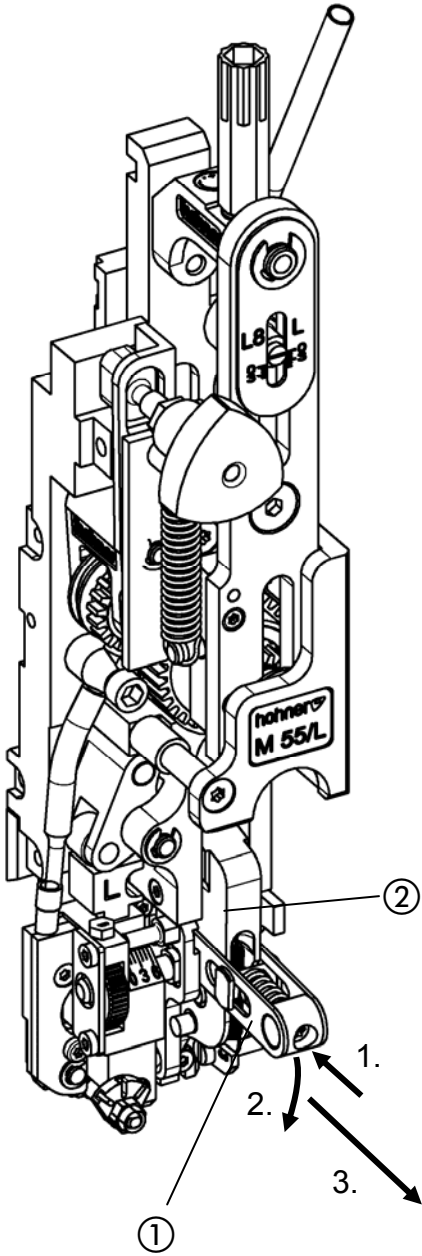
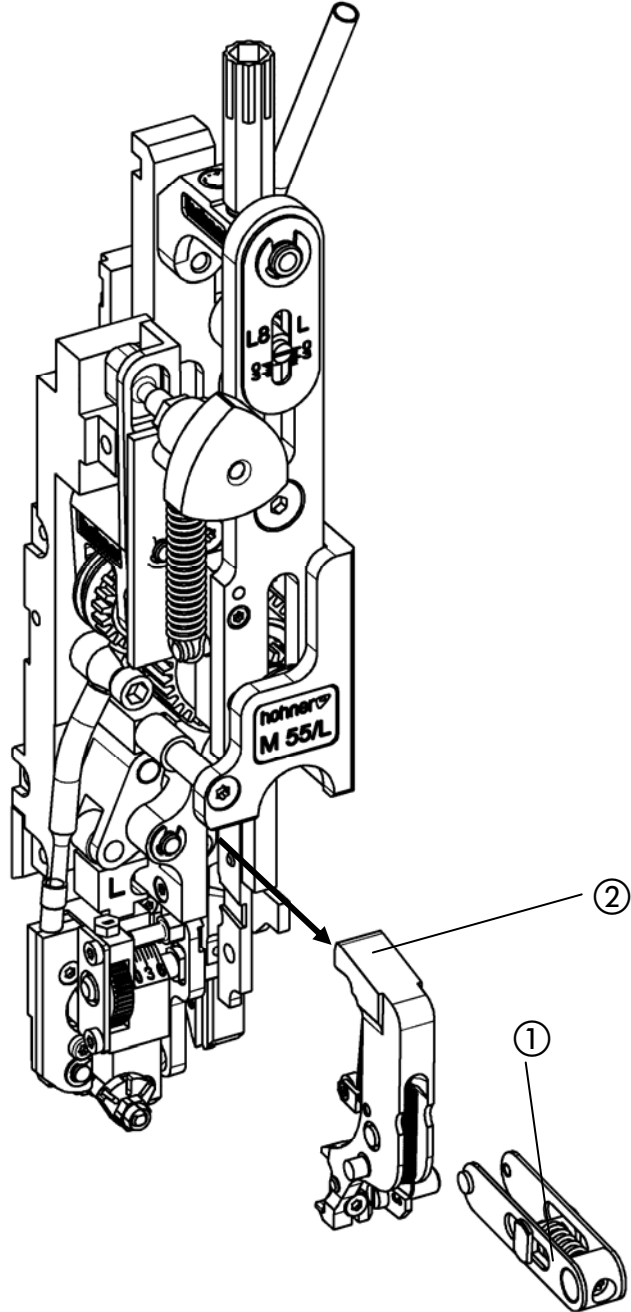

Abb. 19
Abb. 20
- Abb. 19, Abb. 20 -
- Spannbrücke ① leicht eindrücken, vorne nach unten schwenken und herausziehen.
- Former ② nach vorne herausnehmen.